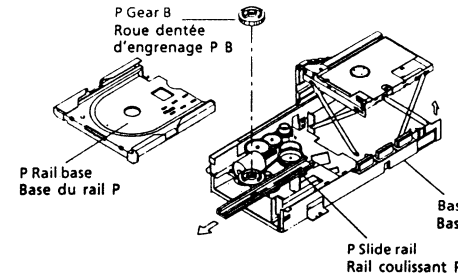

Fig. 26
- (5) Remontage de roue dentée d'engrenage (Fig. 26, 27 et 28)
- (6) Conditions d'emballage du mécanisme